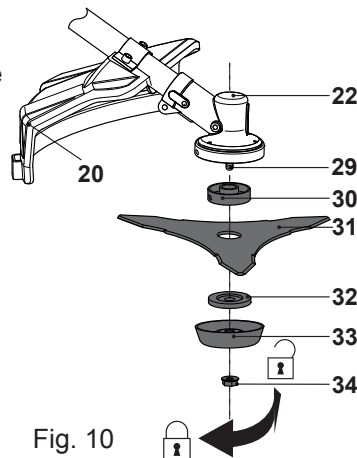

Fig. 10
- > Introduisez la lame (31) sur la broche (29), en orientant la flèche indiquant le même sens de rotation que celui indiqué sur la protection (20). La lame doit être parfaitement alignée avec la bague en saillie de la bride de support (30).
- > Introduire la bride de verrouillage (32).
- > Installer le boîtier de protection (33).
- > Au moyen d'un clé, serrer l'écrou avec bride dans le sens de rotation indiqué (34) (Fig. 10).
- > Retirer l'outil (44).